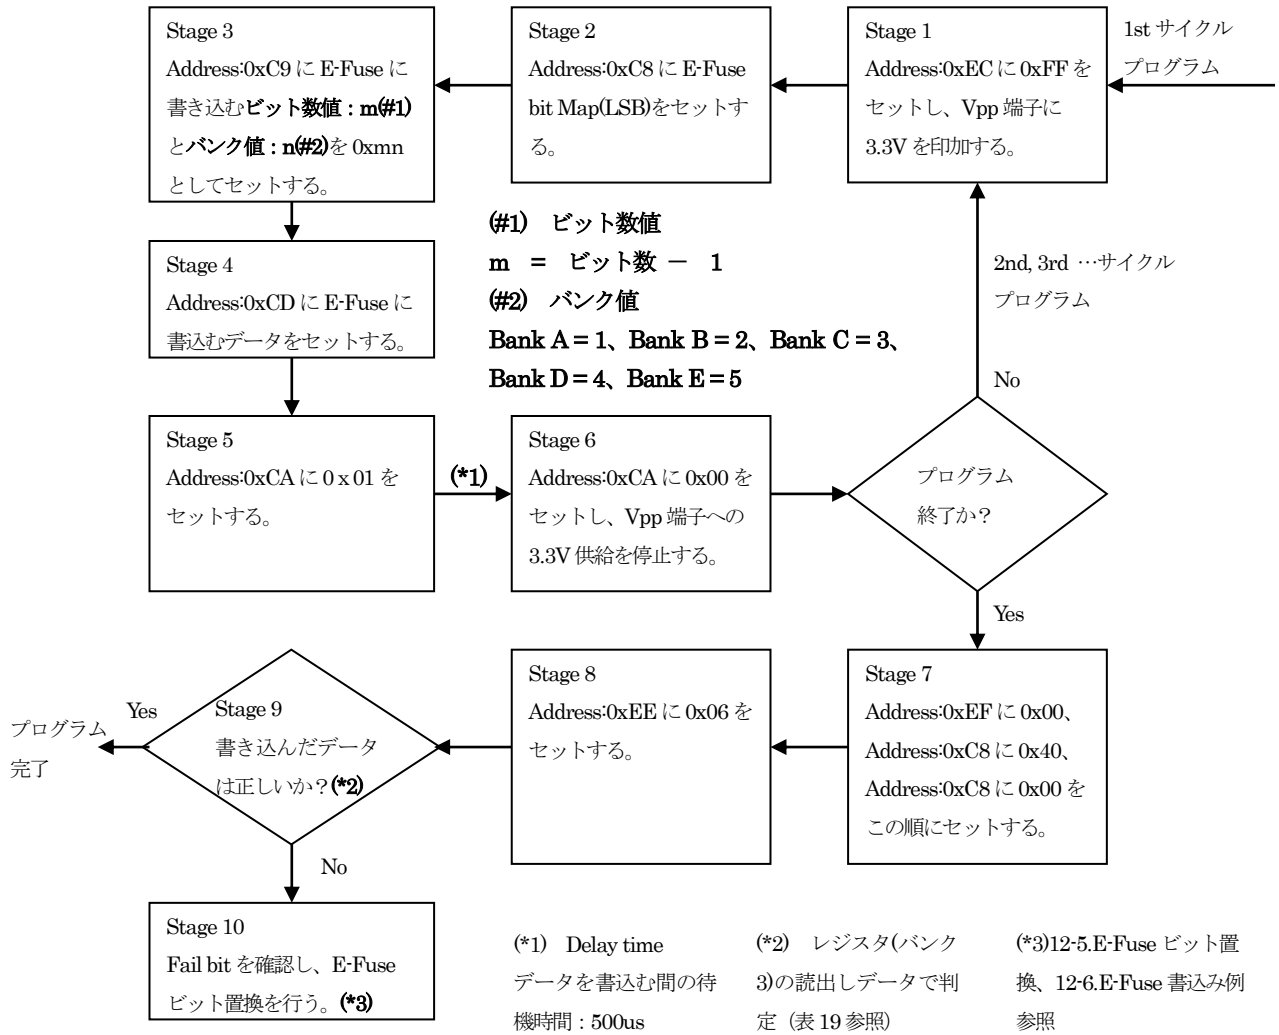

図 40 E-Fuse プログラムフロー
**Tprogram** : 書き込み時間 (図 40 の Stage5 から Stage6)
E-Fuse への書き込みは I2C を用いて 8 ビットずつ行います。8 ビット以上書き込むときは 8 ビット書き込みを複数サイクル行います。図 40 にフローチャートを示します。